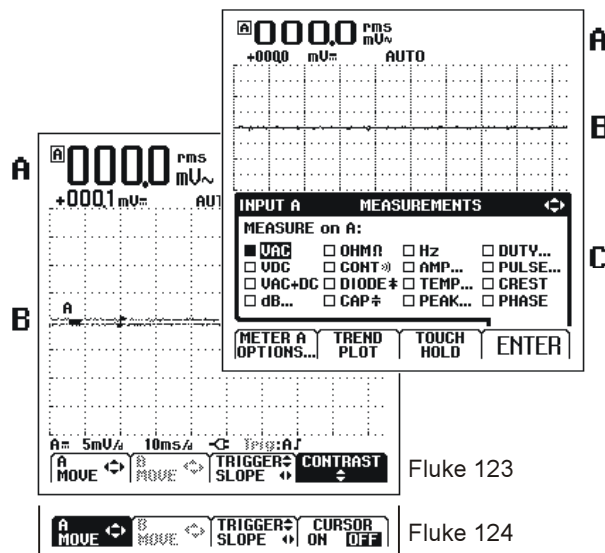

图 1. 显示屏区域
- 不要将地线（图 1，第 5 项）连接至高于接地 **42 V 峰值（30 V rms）** 的电压。
显示屏分为三部分，如图 1 所示。分别是：